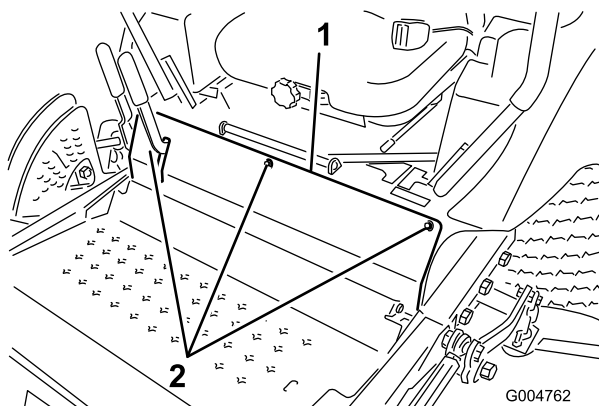

図 60
2. 前パネルを止めているボルトを外して前パネルを外す(図 60)。